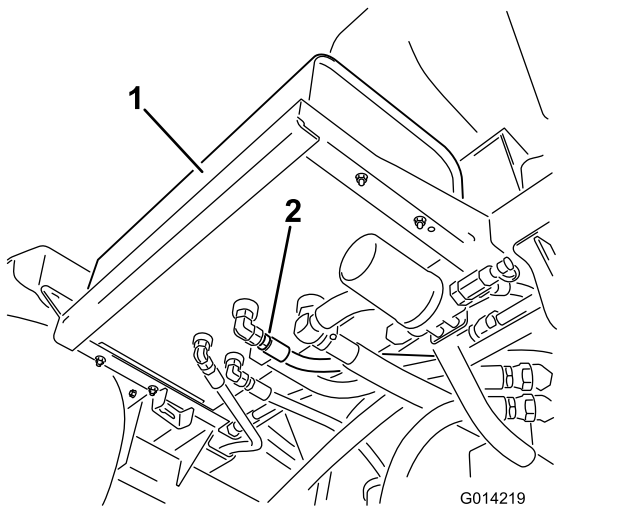

Figure 77
2. Nettoyez la surface autour d'un raccord de flexible hydraulique au bas du réservoir d'huile hydraulique (Figure 77).
4. Débranchez le raccord du réservoir et vidangez l'huile dans le bac de vidange (Figure 77).